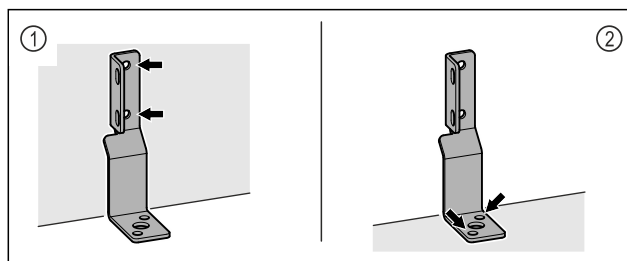

Fig. 45
- ▶ Закрепите уголок на стене Fig. 45 (1) или полу Fig. 45 (2).